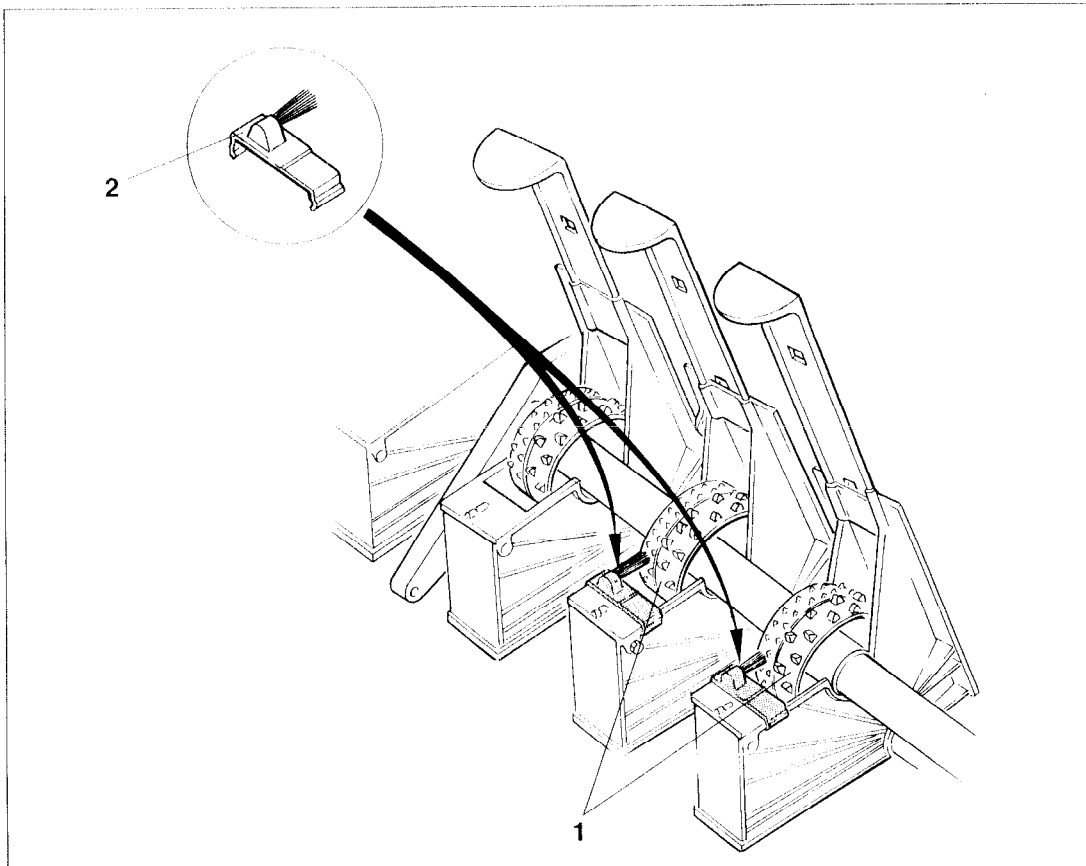

Fig. 13.13
- **Neue** Fahrgassensäräder (Fig. 13.13/1) markieren, indem Sie die Feinsäradbürsten (Fig. 13.13/2) auf die neuen Fahrgassensägehäuse aufstecken. Zum Anlegen einer Spur können bis zu drei, in Ausnahmefällen bis zu 4 oder 5 Säräder, abgeschaltet werden.